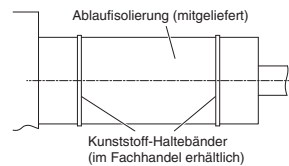

Abb. 3-10
- (2) Nach Kontrollieren des Abflaufs das mitgelieferte Abdichtmaterial und die Isolierung um das Rohr wickeln, dann mit den Halteklammern sichern. (Abb. 3-10)